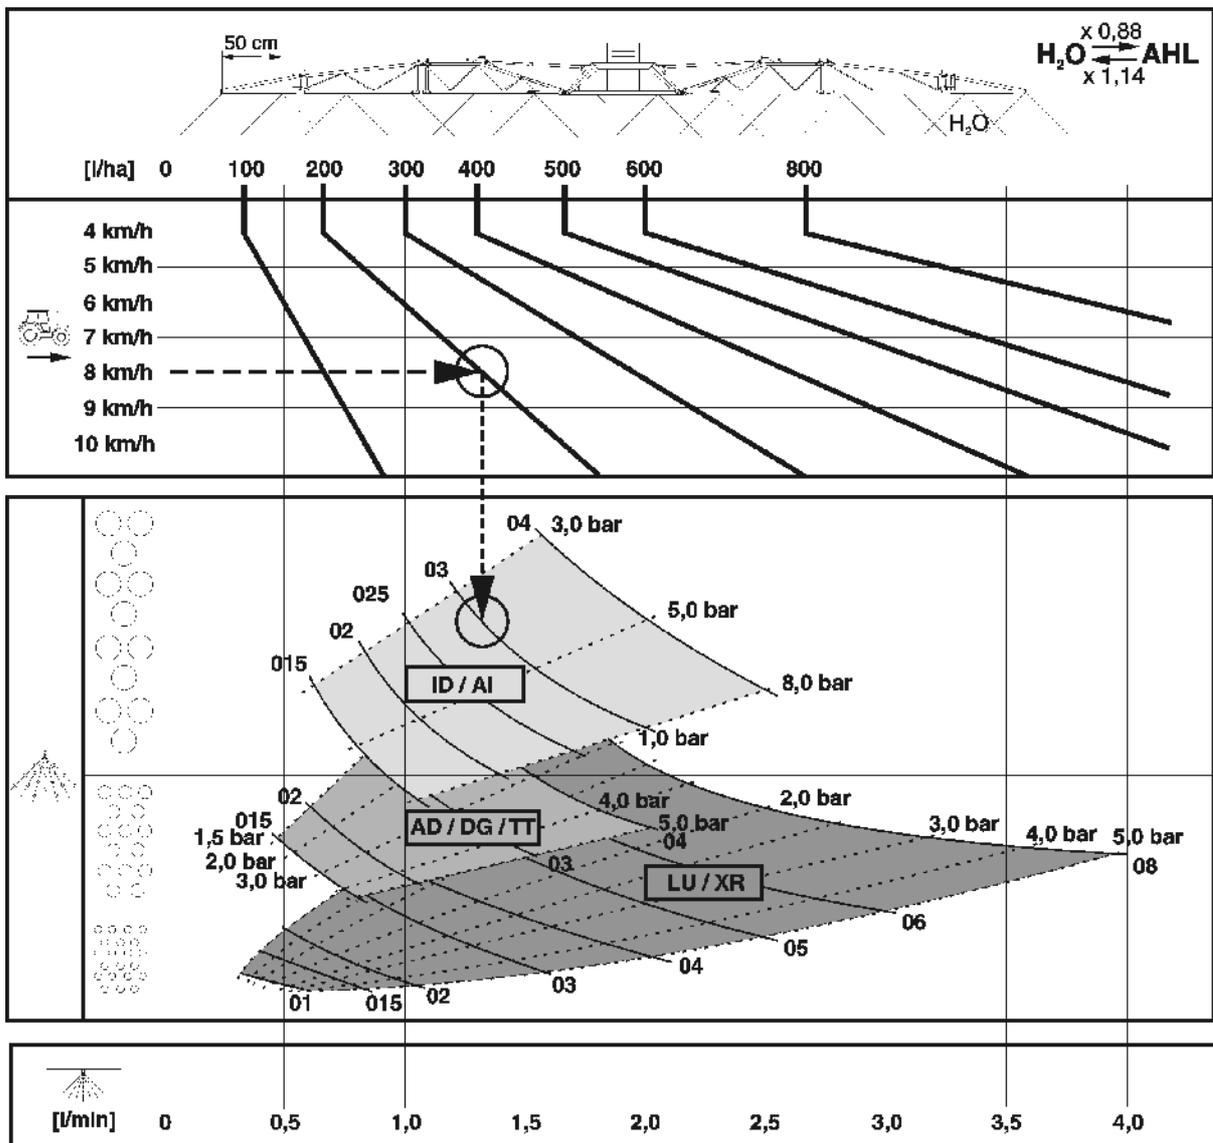

Fig. 135
- Le Fig. 135 sert à sélectionner le type de buse approprié. Le type de buse est déterminé par